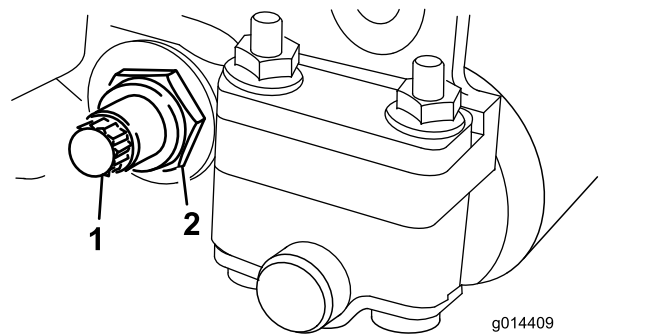

Figura 21
3. En cada lado de la máquina, afloje la contratuerca que fija el perno de la barra de asiento (Figura 21).
4. Retire todos los pernos de la barra de asiento, para poder tirar de la barra hacia abajo y retirarla de la unidad de corte (Figura 21).